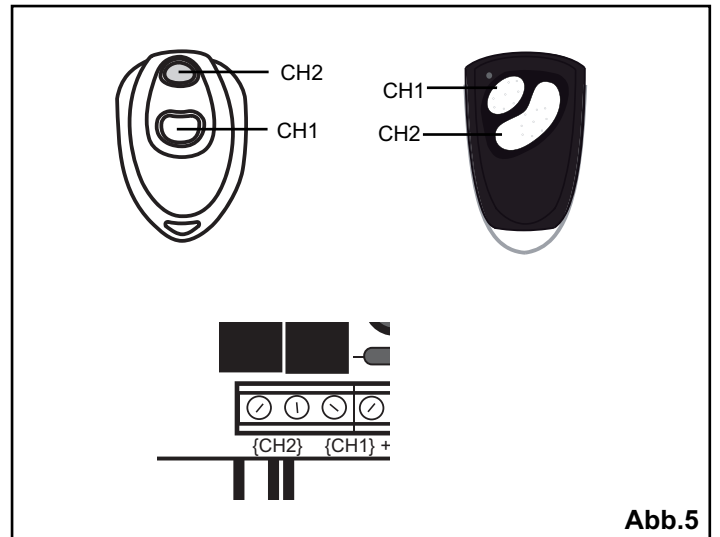

Abb.5
**De fábrica están ya preprogramado el botón que se activará en el transmisor manual CH1 y CH2 (ilustración 5).**